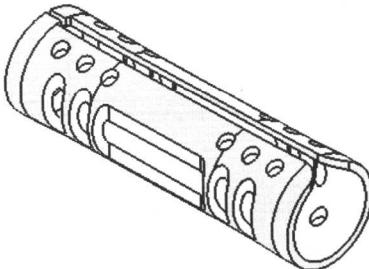

图1-11
10. 选择前两步绘制的草图轮廓，在【成形特征】工具条中单击【拉伸】按钮，弹出【拉伸】对话框。在【选择步骤】栏中选择【求差】选项，然后在【起始】和【结束】下拉列表中都选择【贯穿全部对象】选项，最后单击【确定】按钮创建拉伸切除特征，结果如图 1-11 所示。